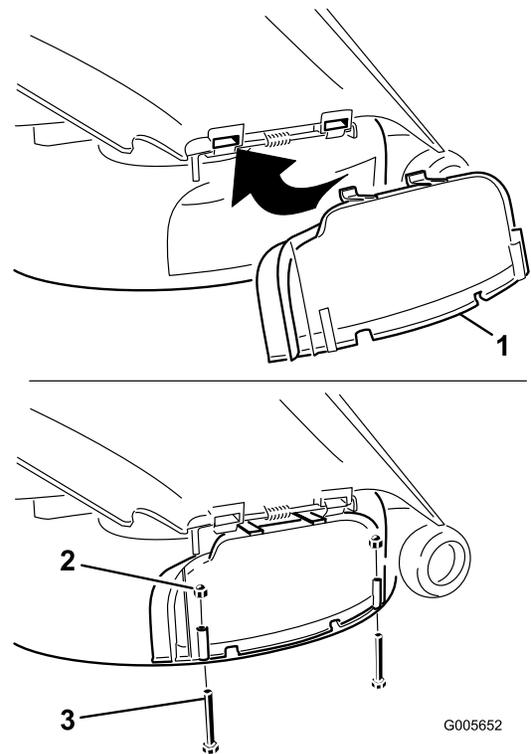

Figura 20
la varilla de retención del deflector de hierba. Gire hacia abajo la tapa de descarga sobre el orificio, hasta que descance sobre el borde inferior del cortacésped (Figura 20).
4. Sujete la tapa de descarga al borde inferior del cortacésped con dos pernos (1/4 x (2-1/2 pulgadas)) y dos tuercas ciegas (1/4 pulgada) según se muestra en Figura 20.